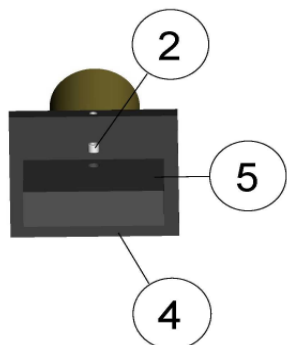

Fig.4
o) a questo punto inserire l'anello antifrizione (3) sull'asta del vitone (7) e posizionare la maniglia (1) cercando di allinearla alla basetta (5) (v.Fig.4);
p) se ci sono problemi di allineamento è sufficiente allentare il grano (4) e ruotare leggermente la basetta (5);